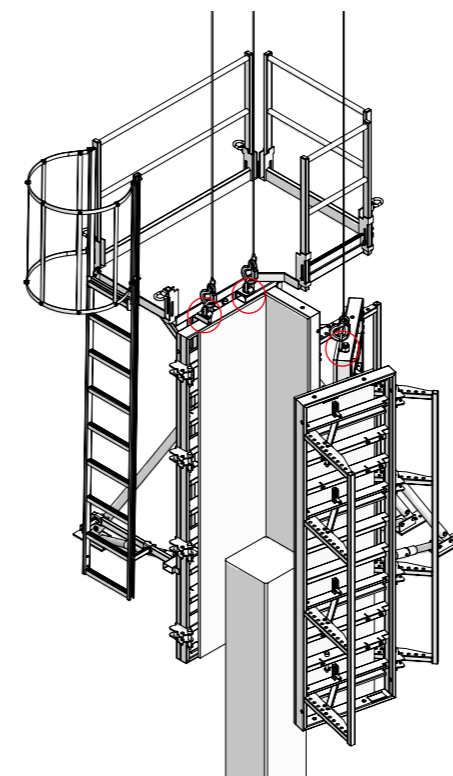
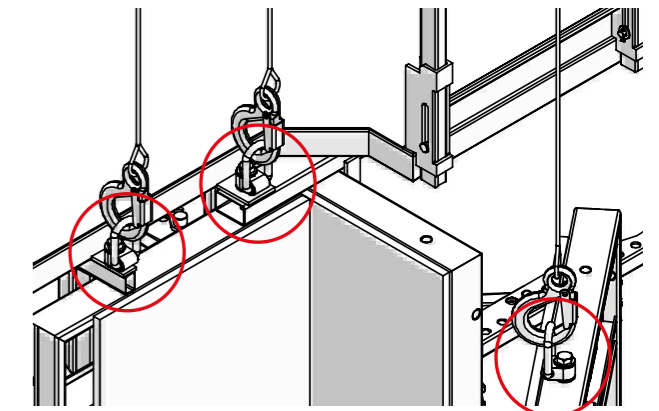

Abb. 2
Abb. 3
Der dritte CF-Umsetzbügel 130 wird am gegenüberliegenden CF-Stützelement für den Transport der aufgestellten Stützenschalung in einem Transportloch, wie zuvor beschrieben, befestigt (Abb. 3).
Stützenschalungen über 3,60 m Höhe dürfen Sie nur per Kran umsetzen. Das Versetzen der CaroFalt mit dem Kran muss mit **drei CF-Umsetzbügeln** erfolgen. Die Stützenschalung ist dabei offen (Abb. 2 und Abb. 3).
- Sie müssen immer 3 CF-Umsetzbügel 130 zum Versetzen der CF-Einheit verwenden (Abb.3).